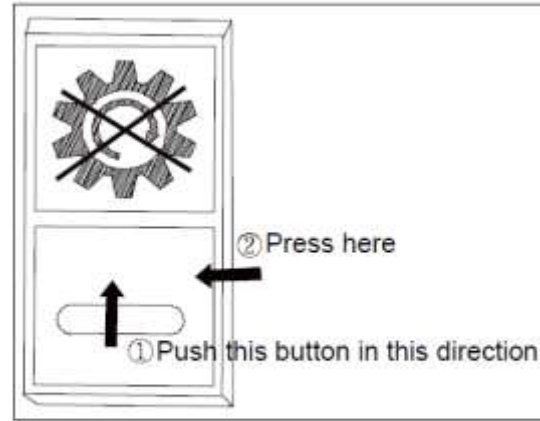

Fig.4-50 Ative o interruptor de cancelar a tomada de força
3) Ative o interruptor de cancelar a tomada de força na ordem mostrada na Fig.4-50, e a lâmpada indicadora se apaga.